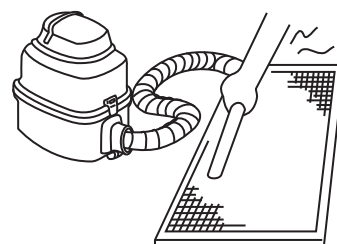

fig. 9-3
- El lado del paso de aire debe estar orientado hacia arriba si se usa una aspiradora (véase la *fig. 9-3*).